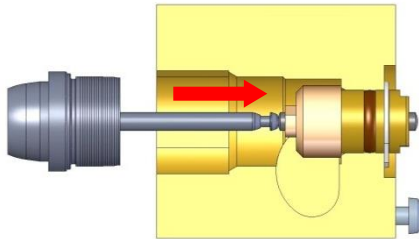

Abb. 1: Einbau Kolben
- Mit dem Kolben vorsichtig die Montagestange herausdrücken und Kolben einbauen (→ Abb. 1).